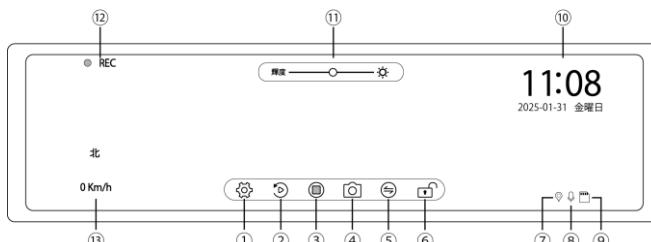

図19
- 2) 静止画像撮影アイコン【】をタッチしてください (図19参照)。
- 3) 録画を開始／停止するときは、液晶モニターの『下部区域』をタッチし、各種アイコンを表示させ、【】【】アイコンをタッチして操作してください (図19、20参照)。
- 2) 衝撃を感じると、液晶モニターに『ファイルをロックしました』と表示され、イベント入力アイコン表示が【】から【】に切り替わり、アイコンが黄色に点灯します。また、イベント録画中は、液晶モニターの左上の録画アイコンが黄色に点滅します (図19参照)。
- 1) 常時録画 (ループ録画) 中にイベント録画を行いたい場合は、液晶モニターの『下部区域』をタッチし、各種アイコンを表示後、イベント入力アイコン【】をタッチしてください (図19、20参照)。
- 2) 【】アイコンをタッチして録画を停止してください (図19参照)。
- 3) ファイル再生アイコン【】をタッチして再生画面を表示してください (図19参照)。